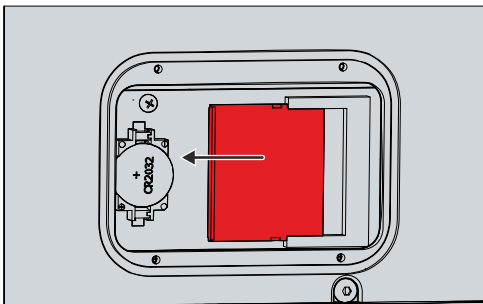

Abb. 14: Austausch CFast
1. Ziehen Sie die CFast vorsichtig aus den Führungen heraus (siehe Abb. 14).